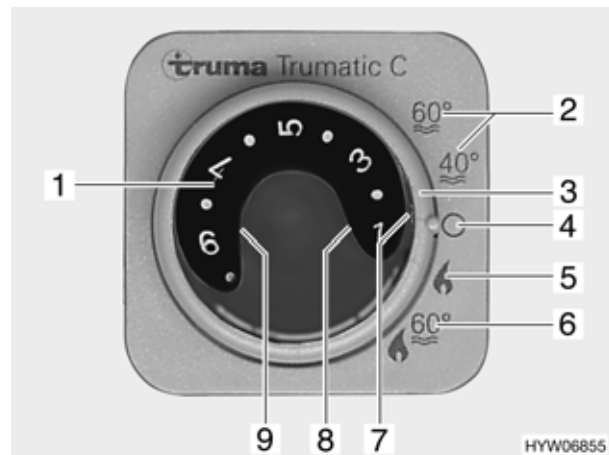

Fig. 77 Centralina di controllo per riscaldamento/boiler
■ Impostare la modalità di funzionamento tramite l'interruttore girevole (Fig. 77,3):
- Funzionamento estivo "40 °C" o "60 °C" (Fig. 77,2)
- Funzionamento invernale "Riscaldamento senza boiler" (Fig. 77,5)
- Funzionamento invernale "Riscaldamento e boiler" (Fig. 77,6)
- Spento (Fig. 77,4)
A seconda della temperatura ambiente desiderata, il riscaldamento seleziona automaticamente il livello del bruciatore necessario. Al raggiungimento della temperatura ambiente desiderata, il bruciatore si spegne. Durante la modalità di funzionamento "Riscaldamento e boiler" (Fig. 77,6) è riscaldata anche l'acqua nel boiler. Nella modalità di funzionamento "Riscaldamento senza boiler" (Fig. 77,5) è possibile far funzionare il riscaldamento con il boiler vuoto.
- Impostare la manopola della temperatura (Fig. 77,1) sulla centralina di controllo scegliendo la temperatura desiderata.
- Posizionare l'interruttore girevole (Fig. 77,3) su funzionamento invernale "Riscaldamento senza boiler" o "Riscaldamento e boiler".
Si accende la luce spia verde (Fig. 77,7).
- Posizionare l'interruttore girevole (Fig. 77,3) su "Spento" (Fig. 77,4).